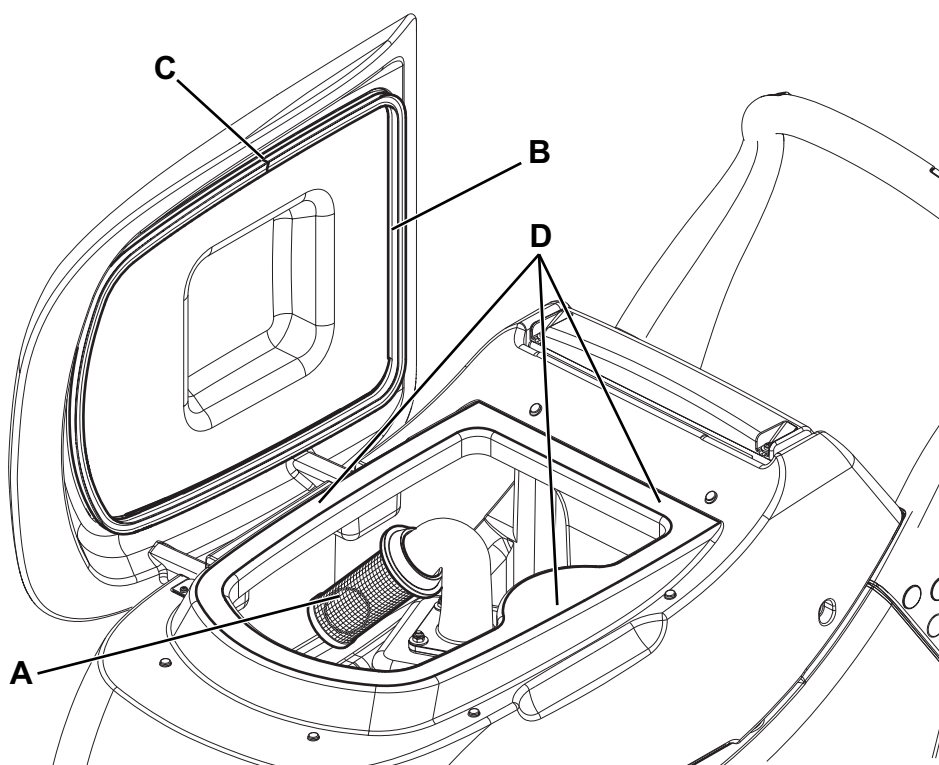

Рис. 6
3. Спустите воду из бачков (15 и 16) с помощью сливного шланга (11) и шланга (12).
4. Откройте крышку (17), затем очистите и промойте чистой водой ее, бачки и вакуумную решетку (30).
5. В случае необходимости, снимите решетку (А, рис. 6), тщательно ее очистите и установите заново.